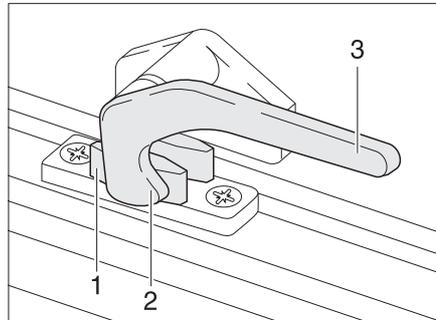
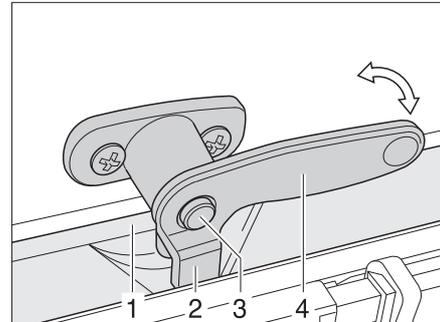

Fig. 63 Leva di serraggio in posizione "chiuso"
Fig. 64 Leva di serraggio con bottone di sicurezza in posizione "chiuso"
- Se presente, premere il bottone di sicurezza (Fig. 64,3) e mantenerlo premuto.
- Ruotare la leva di serraggio (Fig. 63,3 o Fig. 64,4) di un quarto di giro verso il centro della finestra.
- Ruotare la leva di serraggio (Fig. 63,3 o Fig. 64,4) di un quarto di giro verso il telaio della finestra. Il nasello di chiusura (Fig. 63,2 o Fig. 64,2) si trova sul lato interno della chiusura della finestra (Fig. 63,1 o Fig. 64,1).
- In posizione "Completamente chiusa" (Fig. 63)